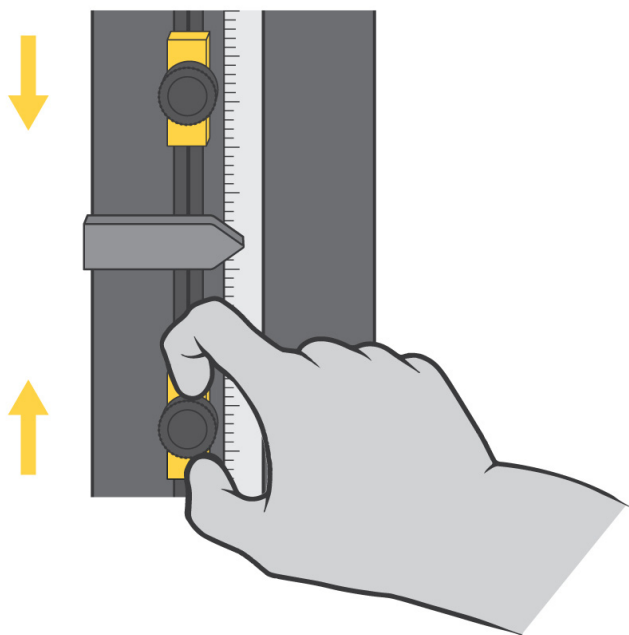

图 20. 设置限位挡块
横梁限位挡块是安装在机器立柱内部的限位开关杆上的两个可调块，如第 98 页图 20 中所示。限位挡块（1 和 2）上有可用手拧紧或拧松的指旋螺丝，该螺丝可以在行程限位杆上随意移动。将这些挡块定位在刚好超过试验参数的位置处，以避免横梁行程过长。如果横梁运动到最大的预设行程时，限位开关作动缸 (3) 就会触碰到其中一个挡块。限位作动缸和限位挡块之间的接触可以移动限位开关杆 (4)，并且激活限位开关。这进而将停止横梁的运动。